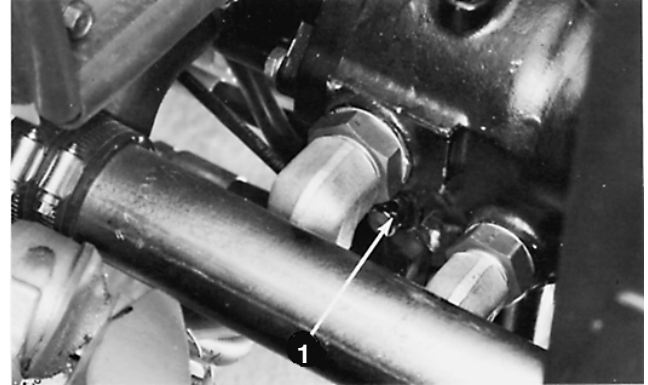

Bild 30
1. Das Sicherheitsventil befindet sich links von der variablen Hubpumpe (Bild 30). Drehen Sie das Ventil eine halbe oder ganze Umdrehung nach links, um es zu öffnen und Öl intern durch das Bypassventil strömen zu lassen. Weil das Öl abgelenkt wird, lässt sich die Maschine ohne Schäden am Getriebe **langsam** bewegen.